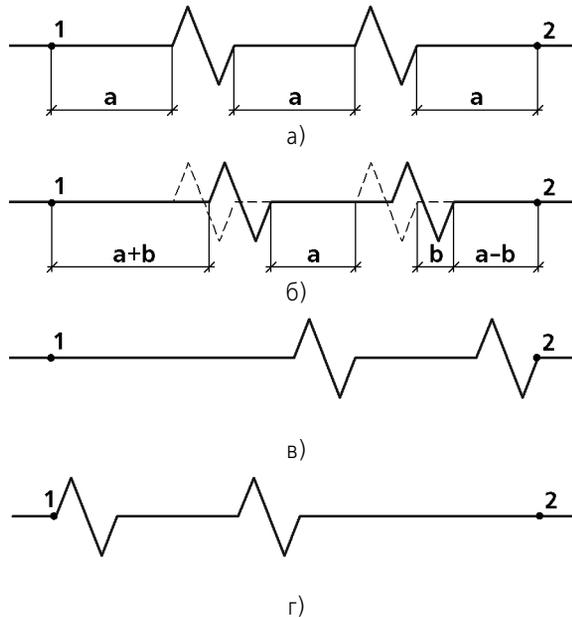

Рис. 43.63. Смещение изломов
- Если расстояние  $b$  равно нулю (и, следовательно, смещение  $c$  равно нулю), изломы находятся на равном расстоянии друг от друга и от концов линии (рис. 43.63, а).
- $c > 0$  — изломы смещаются в направлении конечной точки **т2** (рис. 43.63, б),
- Если расстояние  $b$  равно промежутку между изломами, то есть смещение равно 100% или  $-100\%$ , граница излома совпадает с конечной (рис. 43.63, в) или начальной (рис. 43.63, г) точкой.